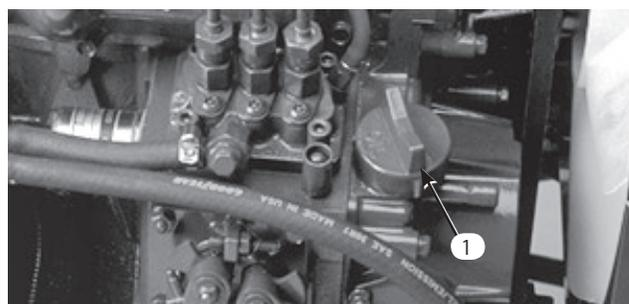

図29
3. 量が不足の場合は、給油プラグ（図29）を外してオイルをゆっくと、少量ずつ量を確認しながら、ディップスティックで測ってFULL位置にくるまで補給する。